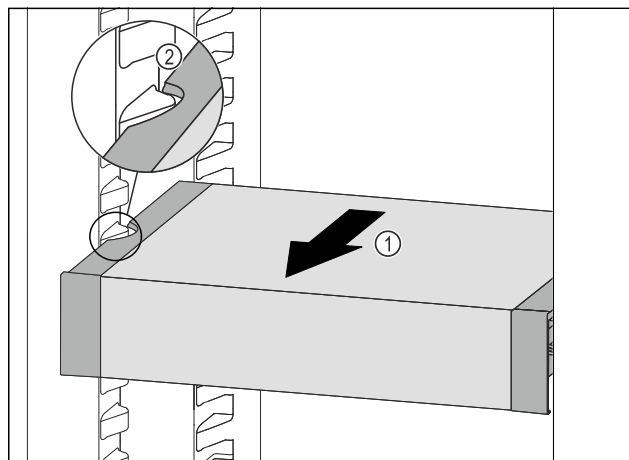

Fig. 87
- ▶ Tirer le VarioSafe vers l'avant Fig. 87 (1) jusqu'à ce que les encoches latérales du VarioSafe se trouvent au niveau de la nervure du bac dans la partie réfrigérateur. Fig. 87 (2)